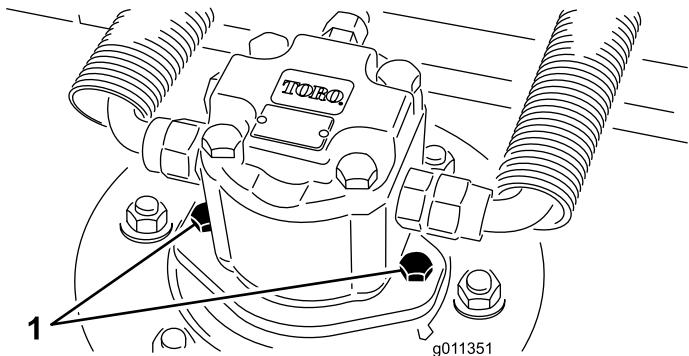

Figura 10
- Desligue e retire o motor hidráulico da plataforma (Figura 10). Cubra a parte superior do eixo para não o sujar.
- Instale o motor hidráulico na plataforma (Figura 10). Verifique se o anel de retenção está posicionado corretamente e não está danificado.